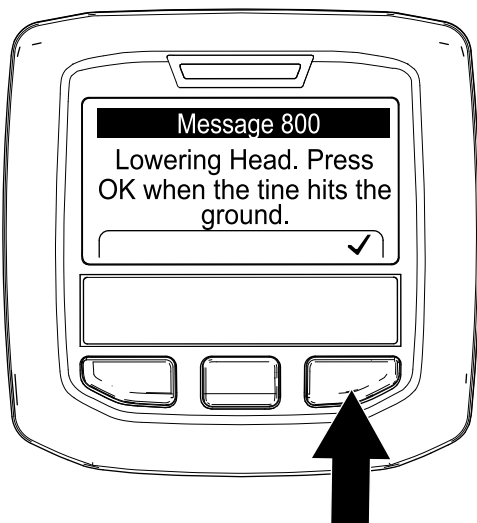

Figura 69
6. Când dinii ating pământul, apăsai butonul din dreapta InfoCenter de pe ecranul Lowering Head (Coborâre cap) (Figura 69).